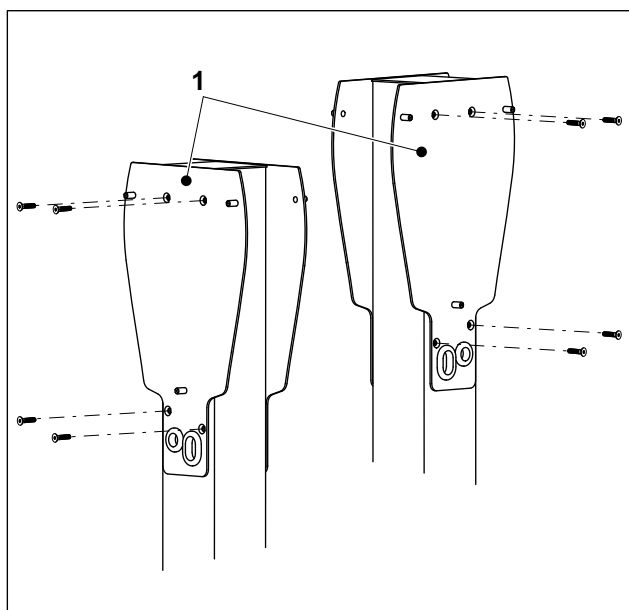

Fig. 5 Fijación de las placas adaptadoras a la columna
4. Fijar las placas adaptadoras (fig. 5/1) a la columna con cuatro tornillos avellanados M6x16 en cada caso (incluidos en el juego de piezas sueltas). Par de apriete 7 Nm.